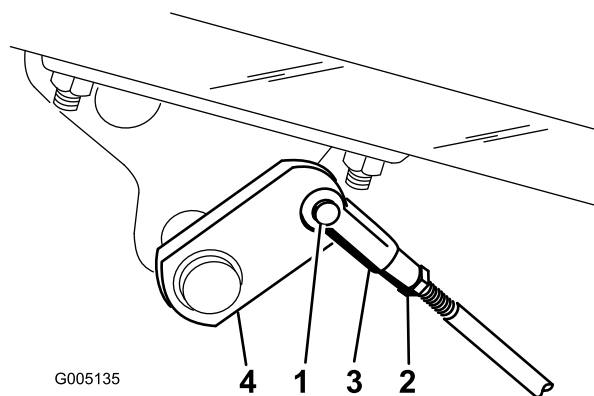

Figura 41
2. Se os travões não bloquearem de forma idêntica, desengate as barras dos travões, retirando o respectivo contrapino e pino da manilha (Figura 41).
3. Liberte a porca de bloqueio e efectue o ajuste da manilha (Figura 41).
4. Monte a cavilha no eixo do travão (Figura 41).